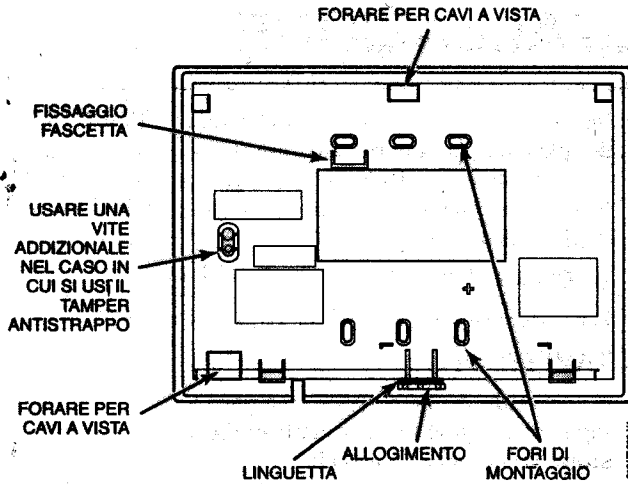

Figura 2. Ingresso fili (Retro Tastiera)
Per avere la protezione tamper necessario eseguire il montaggio come evidenziato in Figura 2.
- Per ottenere una protezione antistrappo fissare la vite fornita a corredo nel foro del tamper sul retro del contenitore. (vedi Figura 2).
- Inserire la plastica di bloccaggio (se fornita) nell'alloggiamento previsto sulla parte posteriore del contenitore (vedi Figura 2 e 3).
- Passare i quattro fili attraverso l'apposito foro sul fondo della tastiera, e ripetere per i fili delle quattro zone, e due o tre fili per i contatti del rel. Se sono state usate zone cablate, i fili usciranno dalla parte sinistra (In basso) attraverso le predisposizioni per i fori. Vedi Figura 2. I fori devono essere aperti con